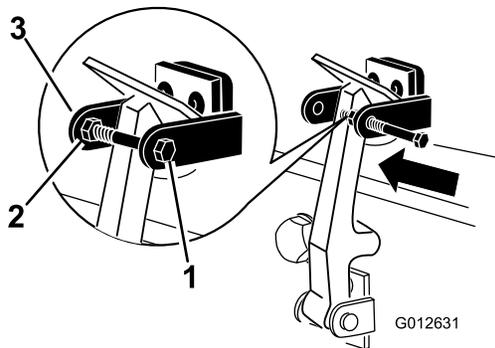

图 9
8. 将螺栓安装到机罩锁定支架的另一个臂直至将门锁锁定到位 图 9。